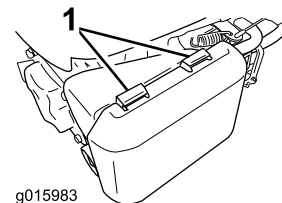

Bild 24
1. Drücken Sie die Verriegelungslaschen oben an der Luftfilterabdeckung nach unten (Bild 24).